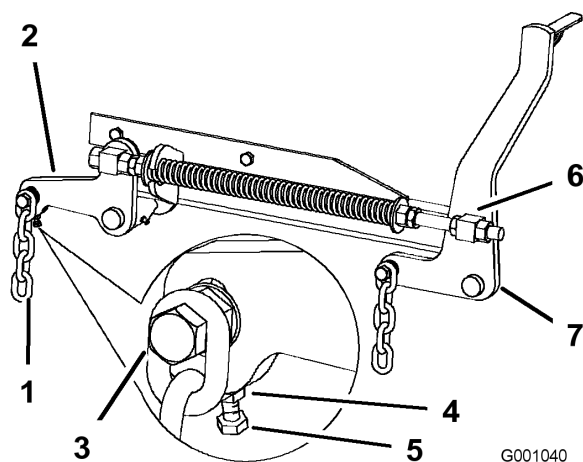

Figura 61
7. Si las medidas realizadas en las posiciones **B** o **C** no son correctas, afloje el perno que fija la cadena trasera al brazo de soporte trasero (Figura 61).
8. Afloje la contratuerca situada debajo del brazo de soporte trasero y ajuste el perno de ajuste hasta obtener una medida de 79 a 82 mm (3-1/8 a 3-1/4 pulg.) (Figura 61).
7. Afloje las contratuercas de pivote delantero, en la parte delantera de los pivotes derecho e izquierdo, aproximadamente 13 mm (1/2 pulg.) (Figura 61).
8. Ajuste las tuercas de elevación en el lado izquierdo y derecho de la máquina hasta obtener una distancia de 6 a 10 mm (1/4 a 3/8 pulg.) menos en la parte delantera en **A** que en la parte trasera, en **B** (Figura 61).